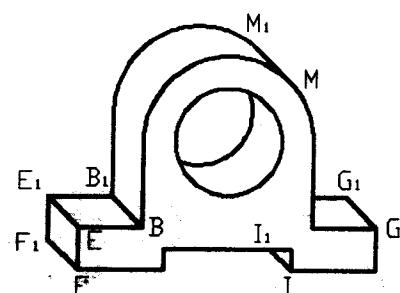

图 1-22 支架斜二轴测图
指定下一点或[放弃 (U)]: 捕捉 B_1 点, 绘出直线 BB_1 , 如图 1-22 所示。
(20) 重复 (19) 作图步骤, 绘出直线 EE_1 、 FF_1 、 GG_1 、 II_1 , 如图 1-22 所示。
(21) 重复【直线】命令, 单击【对象捕捉】工具条中【捕捉到切点】命令按钮 ○ , 命令行提示:
命令: LINE 指定第一点: 捕捉 M 点, 如图 1-22 所示。
指定下一点或[放弃 (U)]: 捕捉 M_1 点, 绘直线 MM_1 , 如图 1-22 所示。
(22) 单击【修改】工具条中【修剪】命令按钮 ■ , 执行修剪命令。命令行提示:
选择要修剪的对象, 或按住 Shift 键选择要延伸的对象, 或 [投影 (P)/边 (E)/放弃 (U)]: 修剪掉被遮挡的图线, 回车结束命令, 如图 1-22 所示。